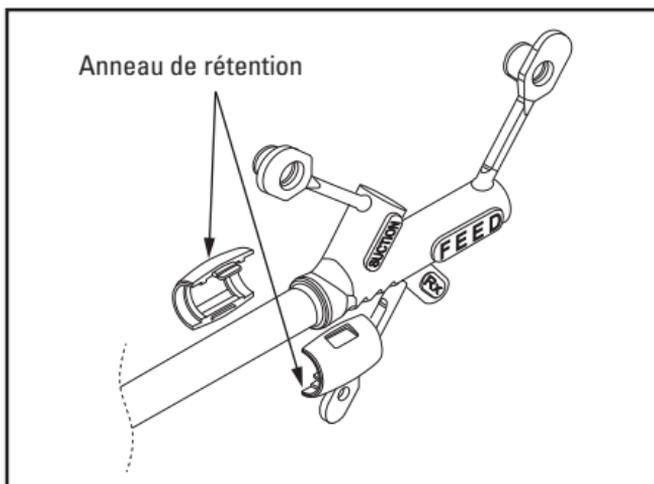

Figure 2
14. Fixer la partie distale de l'embase de la sonde de jéjunostomie par GPE à la sonde de gastrostomie en place, en plaçant les deux moitiés de l'anneau de rétention sur l'embase et la sonde de gastrostomie, comme illustré à la figure 2.